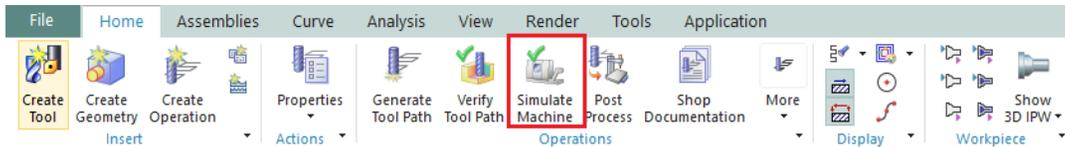

Figura 3.44 Pestaña Home, Función Simulate Machine
- En la *ribbon bar* seleccionar **Simulate Machine** (Figura 3.44).